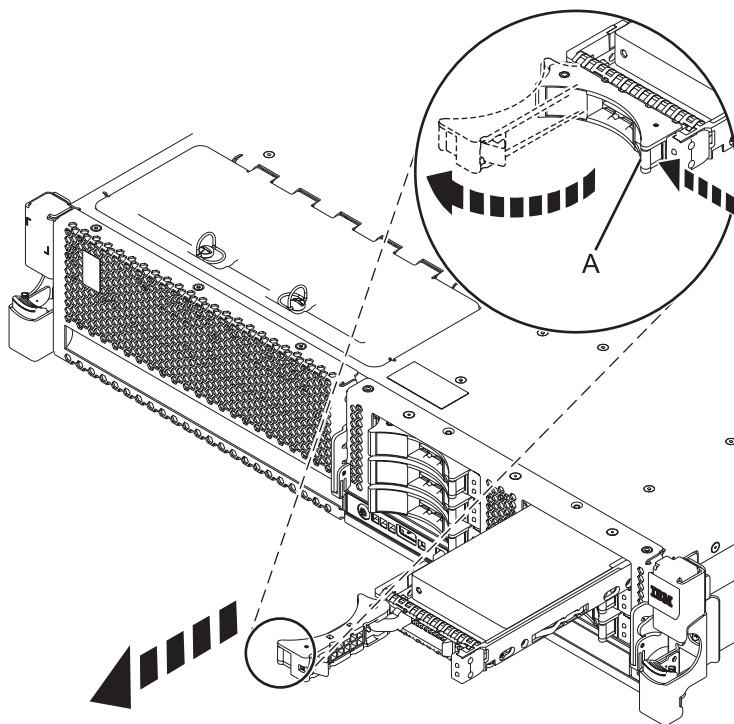

Figure 16. Retrait d'une unité de disque du système
1. Déverrouillez la poignée de l'unité de disque ou de l'unité SSD en appuyant dessus et en la tirant vers vous (voir figure 16, à la page 25).